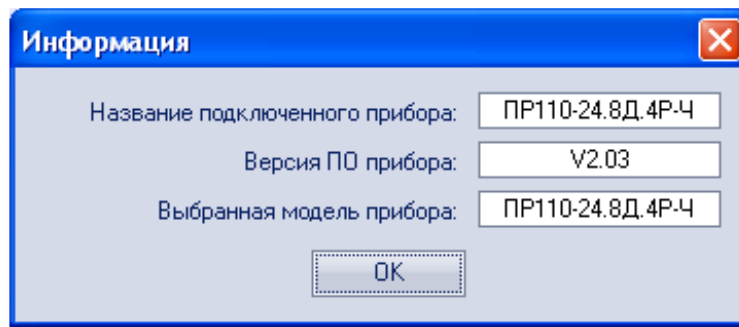

Рисунок 13.4 – Экранная форма с информацией о ПР
**10. Получить информацию о подключенном типе программного реле (ПР) и версии программного обеспечения** при помощи кнопки на панели инструментов (  ), рисунок 13.4.